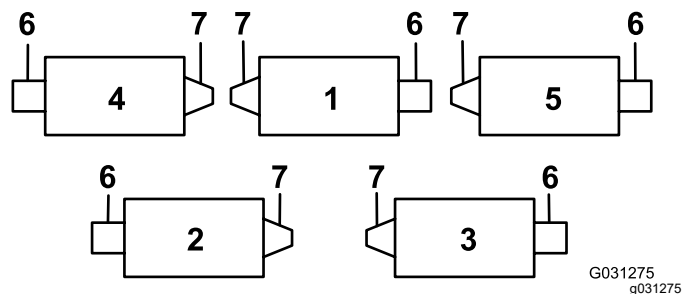
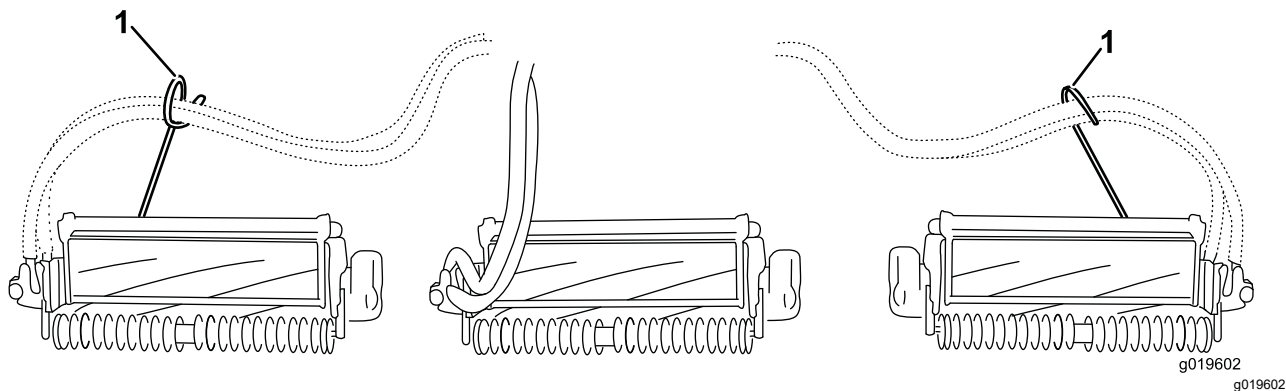
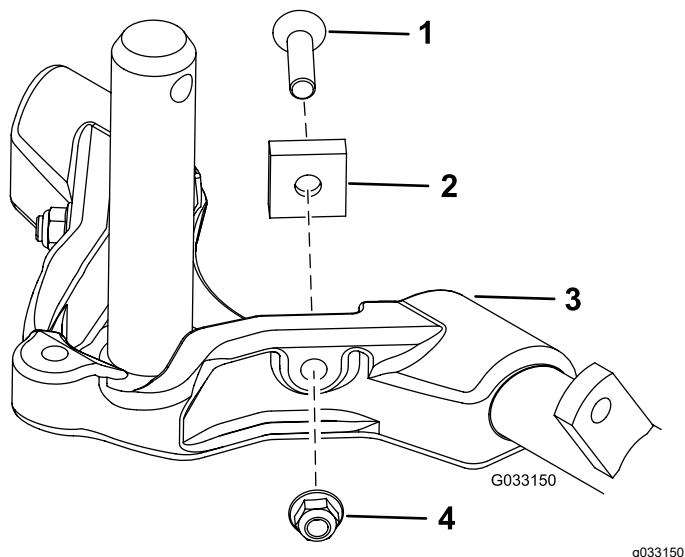

Figura 12
Figura 14
Figura 15
Importante: En la Unidad de corte 4 (delantera izquierda) y la Unidad de corte de 5 (delantera derecha), utilice las tuercas de montaje del soporte de la varilla para instalar las guías de las mangueras a la parte delantera de las pestañas de las unidades de corte. Las guías de manguera deben estar inclinadas hacia la unidad de corte central (Figura 12 a Figura 14).
7. Aumente el alcance de la dirección de las unidades de corte traseras retirando los 2 espaciadores de pivote, tornillos allen y contratuercas con arandela prensada (Figura 15) de los bastidores de tiro de las unidades de corte traseras (Unidades de corte 2 y 3); consulte Figura 12.